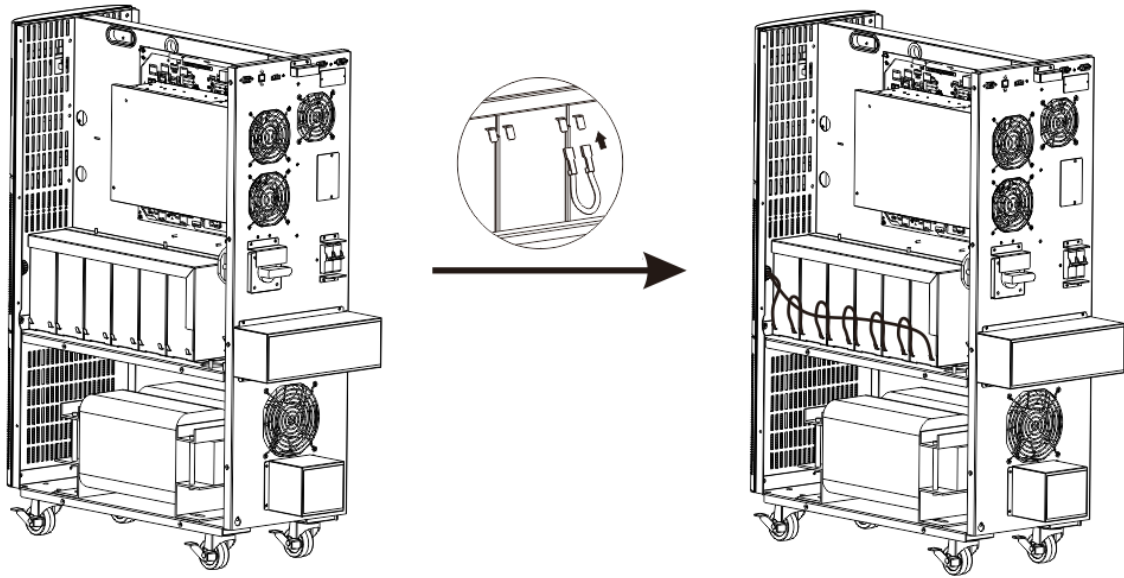

FIGURE. 13
24. Polarité de l'observateur. Réinstallez tous les fils de démarrage de la batterie du côté gauche(FIGURE. 13).